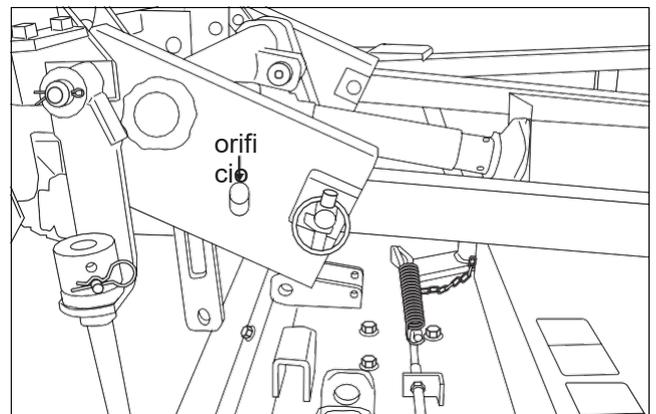

FIG. 32
(1) Clavija (19X139) (2) Vara trasera
- e. Mueva la palanca de elevación a la posición ABAJO  para quitar la clavija de ajuste del brazo trasero (5). Esto debe hacerse en ambos lados. La clavija quitada debe guardarse para insertar el orificio de tope (fig. 32) del brazo de elevación.